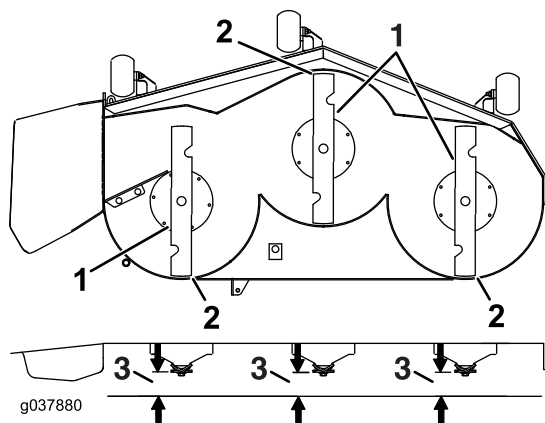

Figura 103
7. Compruebe el nivel longitudinal de la cuchilla (Figura 103). Asegúrese de que la punta de la cuchilla delantera está más abajo que la punta de la cuchilla trasera, como se muestra en *Altura de bloque y soporte*. Si se requieren ajustes, siga con este procedimiento.